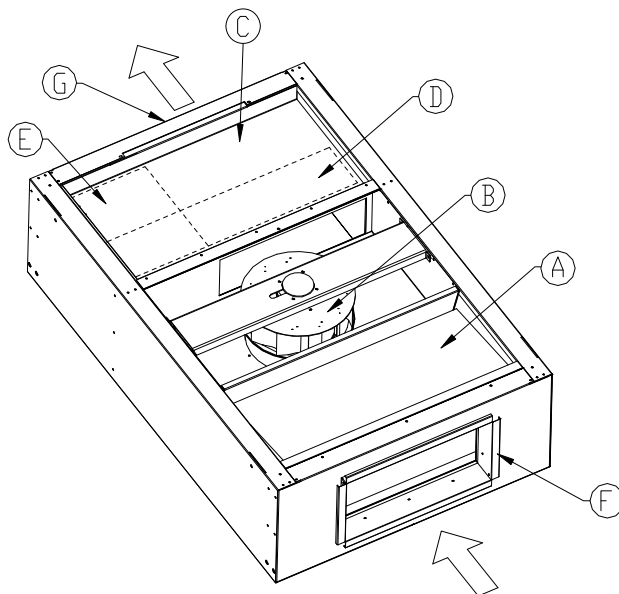

Bild 6 Interne Komponenten
- Überprüfen Sie, ob der Überhitzungsthermostat immer noch alarmiert ist. Setzen Sie gegebenenfalls den Überhitzungsschutz durch Drücken der mit RESET gekennzeichneten roten Taste im Anschlusskasten (Pos. E in Abbildung 6) zurück.